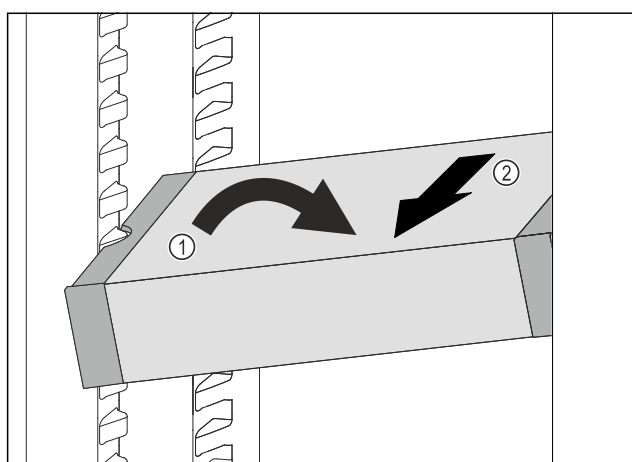

Fig. 64
- Impostare il vano frigorifero di VarioSafe ad angolo. Fig. 64 (1)
- Rimuovere VarioSafe tirando in avanti. Fig. 64 (2)